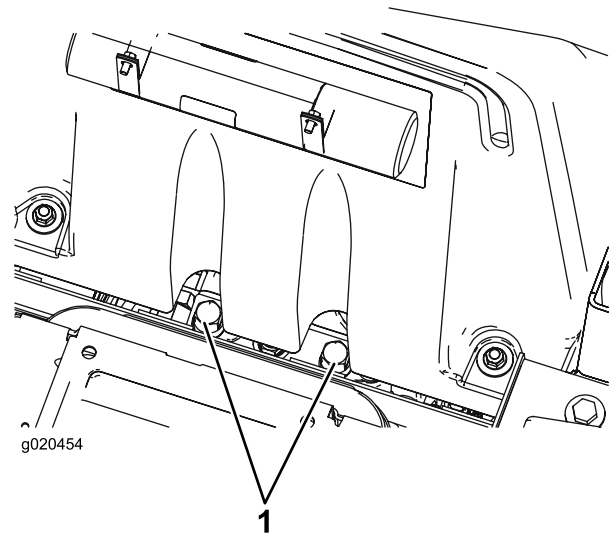

Figura 55
1. Sollevare il sedile. Le valvole di bypass sono posizionate sotto la parte anteriore del serbatoio (Figura 55).